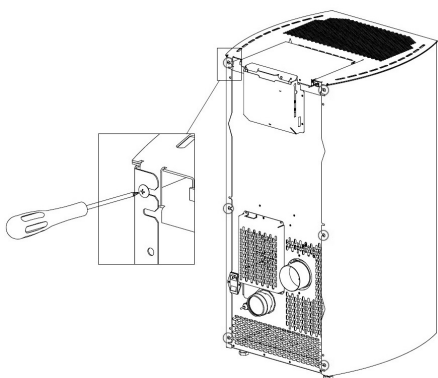

Fig. 55 - Draai de schroeven los
- Draai de 6 schroeven achteraan los (zie **Fig. 55**).